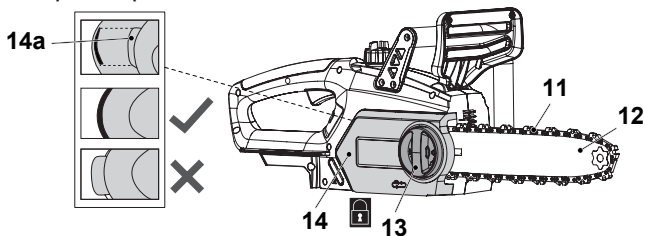

Fig. 6
8. Voltar a montar a capa da motosserra (14) e apertar ligeiramente a roda de bloqueio (13) no sentido dos ponteiros do relógio (Fig. 6). Certifique-se de que o espigão (14a) encaixa correctamente na ranhura. Não aperte completamente a roda de bloqueio (13), uma vez que é necessário apertar primeiro a corrente da serra.